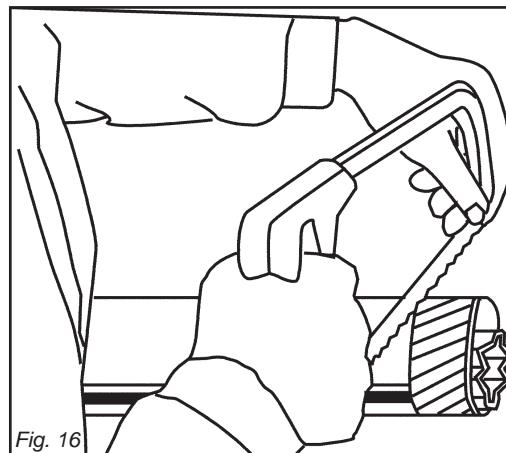
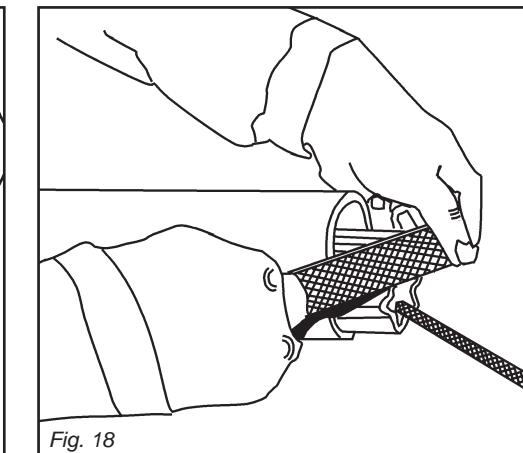
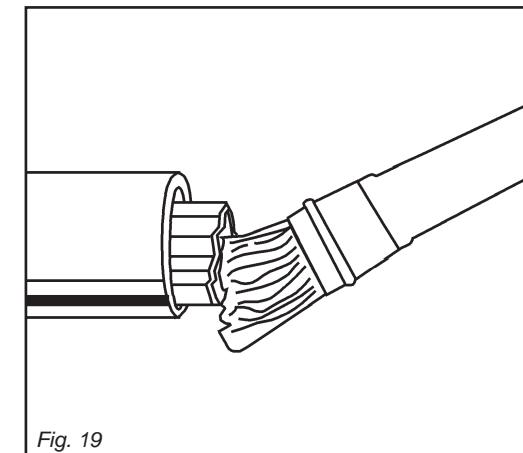

Fig. 16
Fig. 18
Fig. 19
- Accorciare i tubi scorrevoli di una stessa lunghezza (Fig. 16 e 17), sbavare e pulire (Fig. 18) e ingrassare l'interno del tubo esterno (Fig. 19).
- Shorten the sliding tubes by the same extent (Fig. 16 and 17), deburr and trim (Fig. 18), then grease the inside of the outer tube (Fig. 19).
- Raccourcir les tubes coulissant de la même longueur (Fig. 16 et 17), ébavurer et nettoyer (Fig. 18) puis graisser l'intérieur du tube extérieur (Fig. 19).
- Die Gleitrohre um die gleiche Länge (Abb. 16 und 17) kürzen, sie abgraten und reinigen (Abb. 18) und das Innere des Außenrohrs schmieren (Abb. 19).
- Acortar los tubos corredivos en modo uniforme (Fig. 16 y 17), quitar las rebabas y limpiar (Fig. 18) y engrasar dentro del tubo externo (Fig. 19).